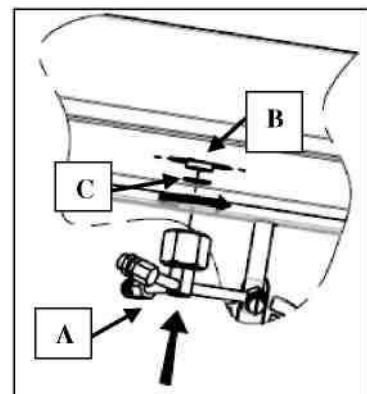

Fig. 2
Wkręcić ramię natryskowe (A) w odpowiednią złączkę gwintowaną (B) znajdującą się w górnej ścianie komory pieca, wkładając uszczelkę (C) dołączoną do zestawu pomiędzy ramię natryskowe a złączkę. Użyć odpowiedniego klucza płaskiego (Rys. 2)